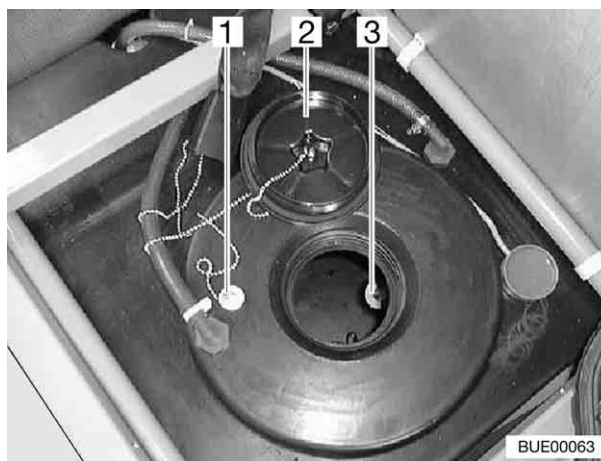

Fig. 142 Réservoir d'eau
- Dévisser le couvercle de fermeture (Fig. 142,2) du réservoir d'eau.
- Retirer le bouchon de fermeture (Fig. 142,1) de l'ouverture de vidange (Fig. 142,3). L'eau s'écoule.